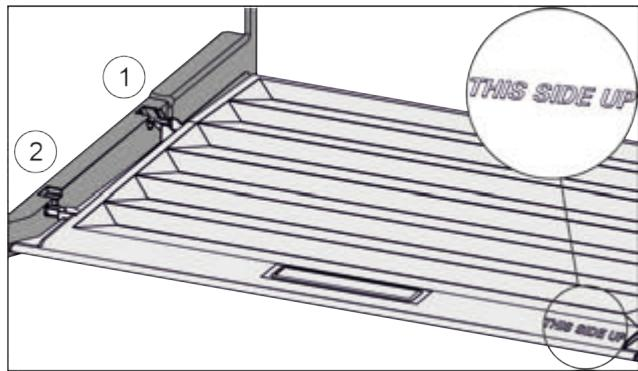

Fig. 92
- Встановити поперечні ребра через отвір заднього тримача Fig. 92 (1) і зафіксувати спереду у тримачі Fig. 92 (2).